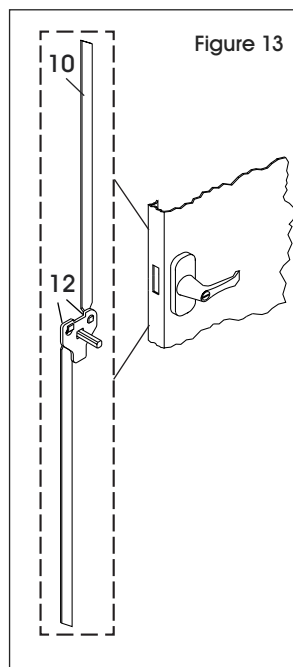

Figure 13
3. Avec la poignée toujours en position ouverte, accrochez les barres de verrouillage (10) à la came de verrouillage. (Voir Figure 13) Une fois en position, tournez lentement la poignée de porte en position fermée afin que les barres de verrouillage sortent des trous dans le haut et le bas de la porte.